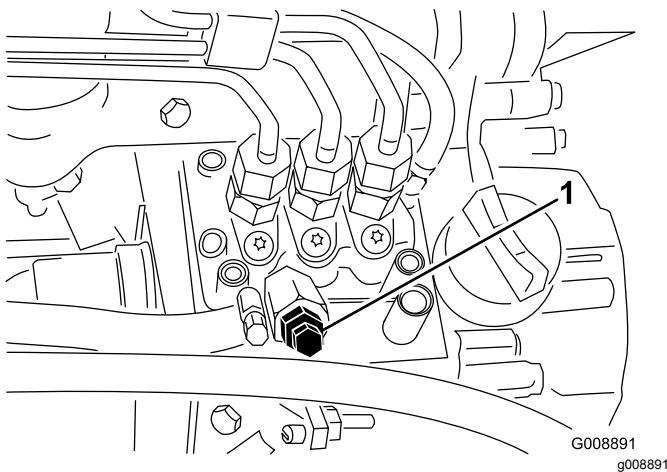

Figure 31
3. Desserrez la vis de purge sur la pompe d'injection (Figure 31).